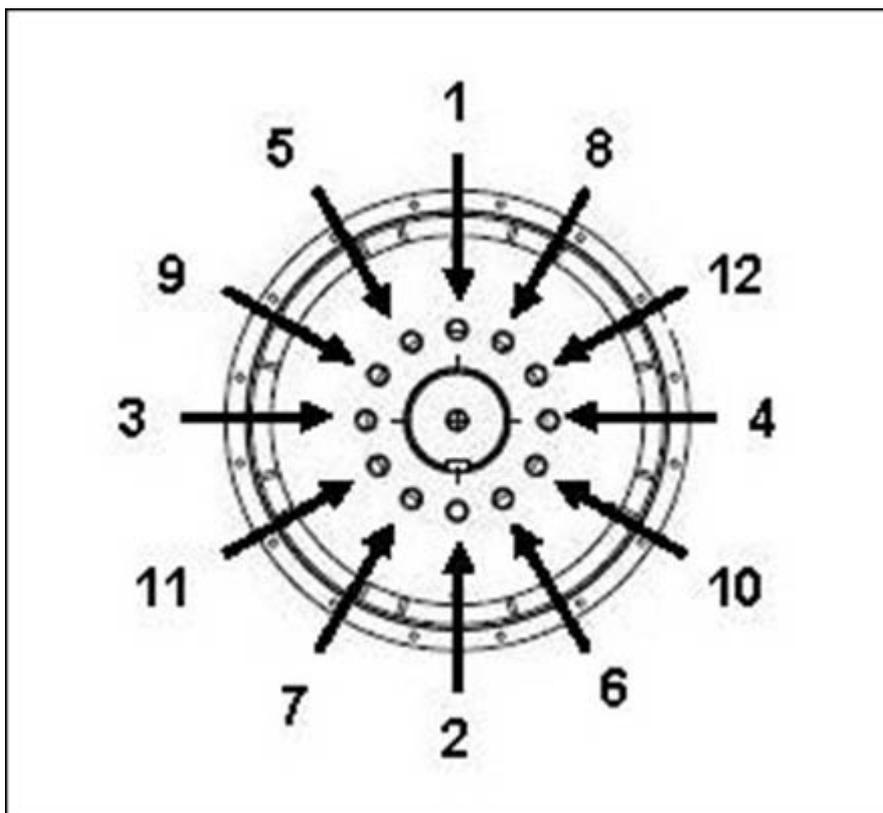

FIGURA 13. SEQUENZA DI FISSAGGIO AL MOZZO
4. Se necessario, serrare i bulloni del disco di accoppiamento nella sequenza indicata in Figura 13 a pagina 27.